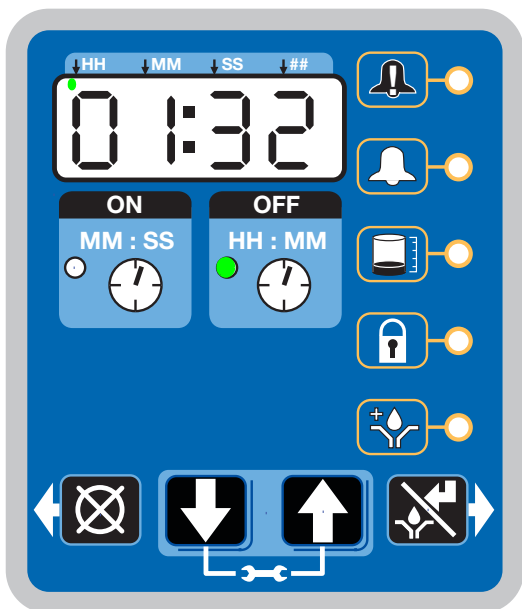

Рис. 21
По завершении настройки G3 автоматически перейдет к циклу простоя (ВЫКЛ) (Рис. 21).
- В примере, приведенном на Рис. 21, показано время простоя (ВЫКЛ) – 1 час и 32 минуты до начала цикла смазки.
- Когда счетчик времени работы (ВКЛ) достигнет нуля, насос выключится и система опять войдет в цикл простоя (ВЫКЛ), а индикатор в поле «OFF» опять загорится (Рис. 21).